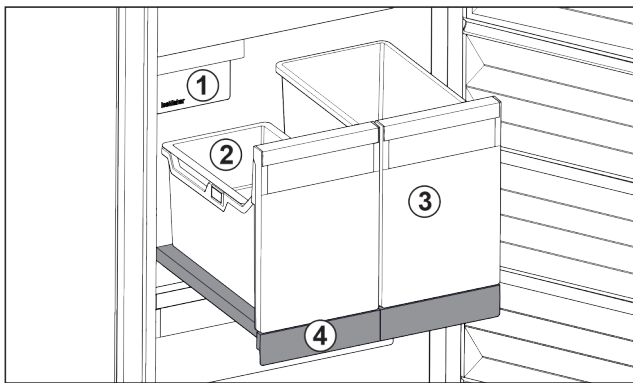

Fig. 98 带 IceTower 的拉出式搁板
- (1) IceMaker
- (2) 冰块挂盘
- (3) 比萨、酒精饮料等的容器
- (4) 拉出式搁板
拉出式搁板上有两个高容器 (IceTower)。来自 IceMaker 的冰块被收集并储存在容器 Fig. 98 (2) 中。容器 Fig. 98 (3) 适合存放较高的食物，例如比萨或酒精饮料。